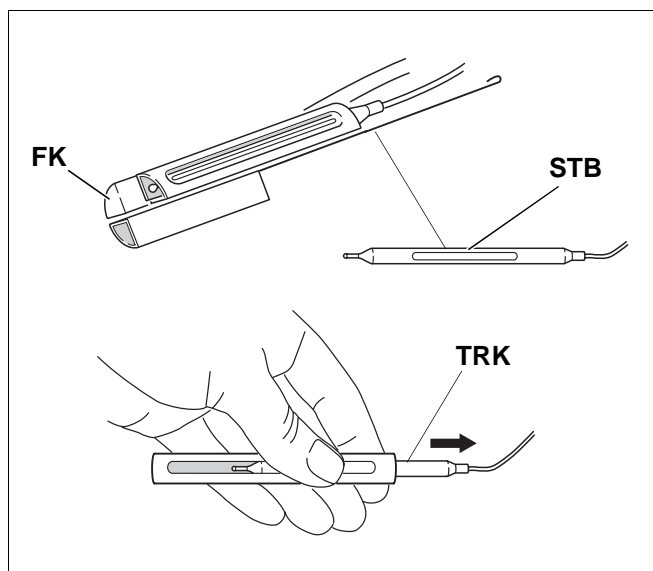

Рис. 51
Датчик **STB** отличается от датчика **TRK** боковым углублением (рис. 51).
- Датчик системы управления **TRK** легким нажатием выдвинуть из держателя (рис. 51).